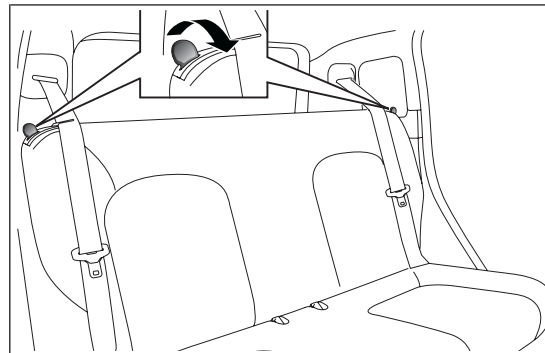

fig. 57
- ☐ accionar las palancas en los lados de los asientos traseros fig. 57 empujándolas hacia el interior del vehículo, abatir el respaldo y, a continuación, acompañar el respaldo hacia el cojín.